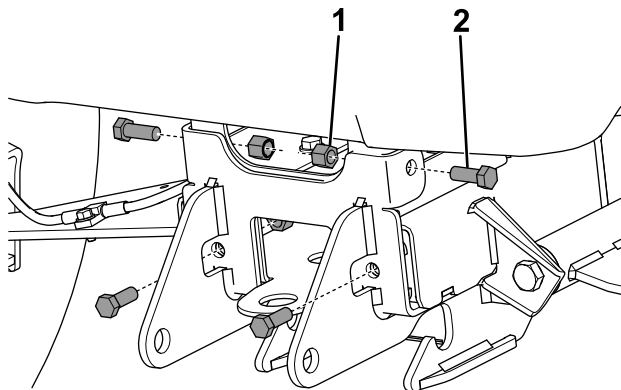

**Bild 2**
3. Befestigen Sie die rückwärtige Halterung mit vier Schrauben und Sicherungsmuttern am Pflugunterfahrschutz (Bild 2).